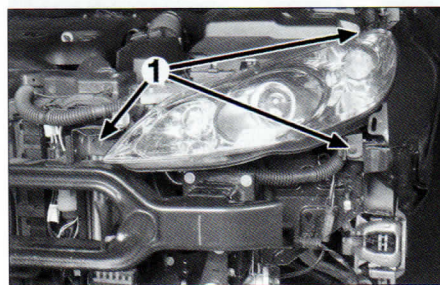

FIG. 3
Desmontar las 3 fijaciones (1) y separar el proyector (**fig. 3**)